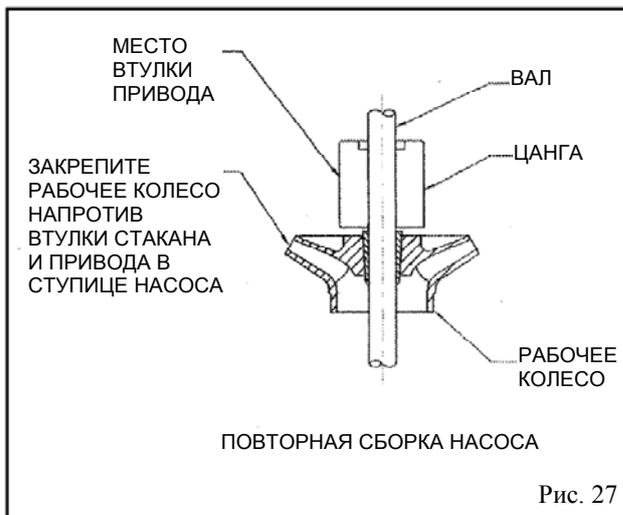

Рис. 27
5. Вставьте отвертку в паз на конической цанге (677), растяните паз и наденьте втулку на вал насоса. Закрепите рабочее колесо напротив стакана и наденьте втулку на ступицу рабочего колеса.
6. Закрепите вал болтом с шайбой напротив маслозаборника и вбейте коническую цангу на место втулки привода. (см. рис.27) После поместите втулку на место, проверьте размер "X" .